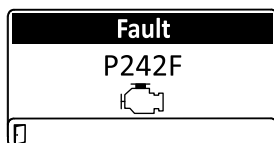

Figura 49
- Advertencia del motor (Figura 49)